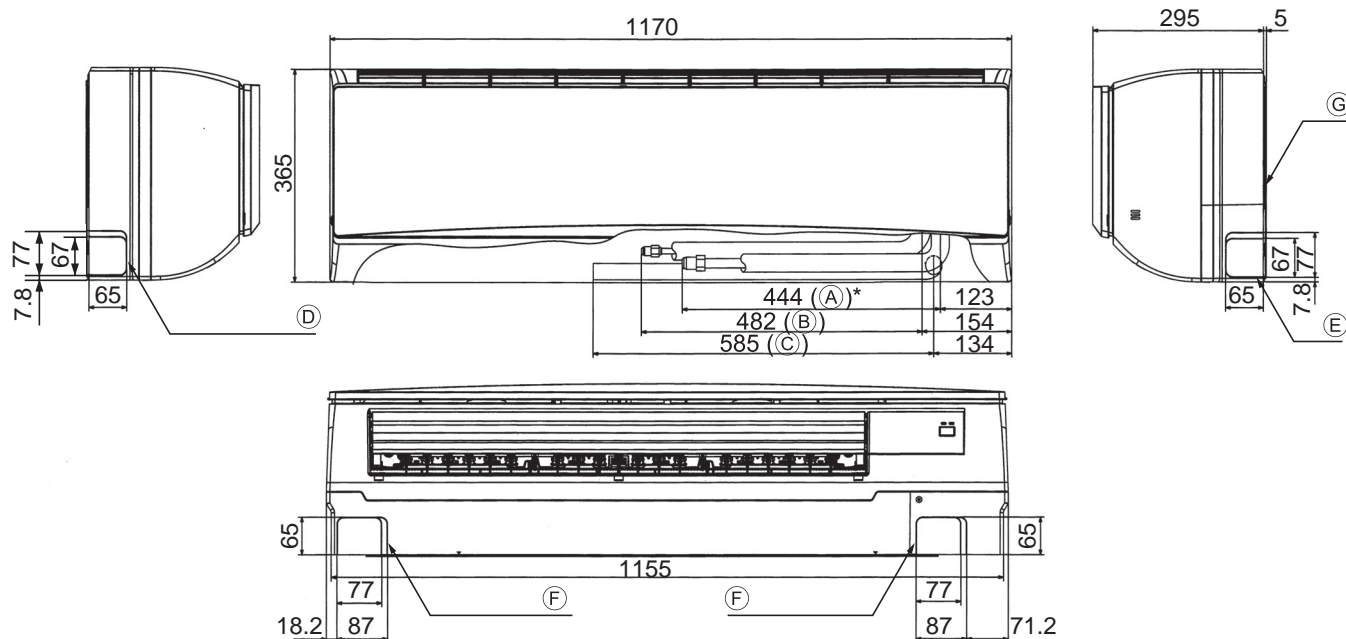

Fig. 4-2
4.2. Plaats van de koelstof- en afvoerpijpen (Fig. 4-2)
- (A) Gaspijp
- (B) Vloeistofpijp
- (C) Afvoerleiding
- (D) Doordrukopening voor leidingen aan de linkerzijde
- (E) Doordrukopening voor leidingen aan de rechterzijde
- (F) Doordrukopening voor leidingen aan de onderzijde
- (G) Ophangplaat